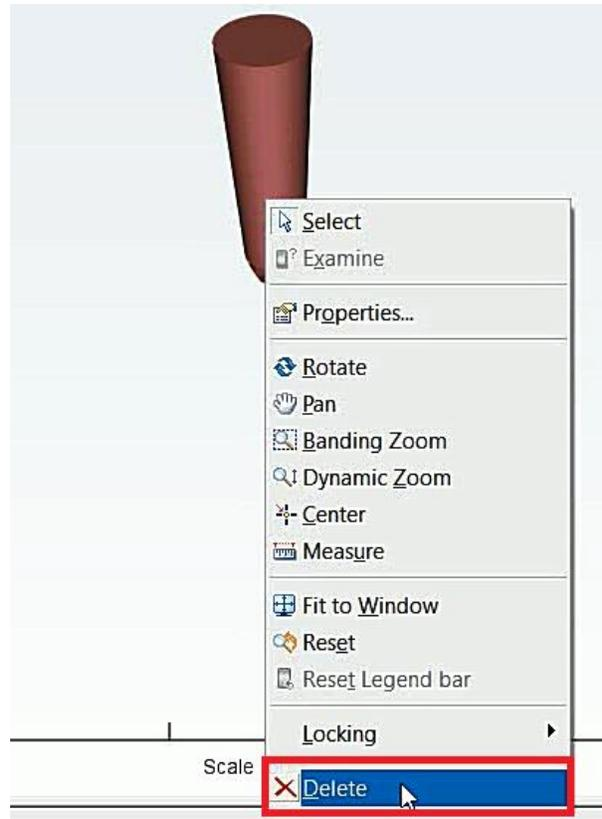

Figura 6.40 Eliminar canales anteriores.
- Seleccionar y eliminar las canales existentes (Figura 6.40).